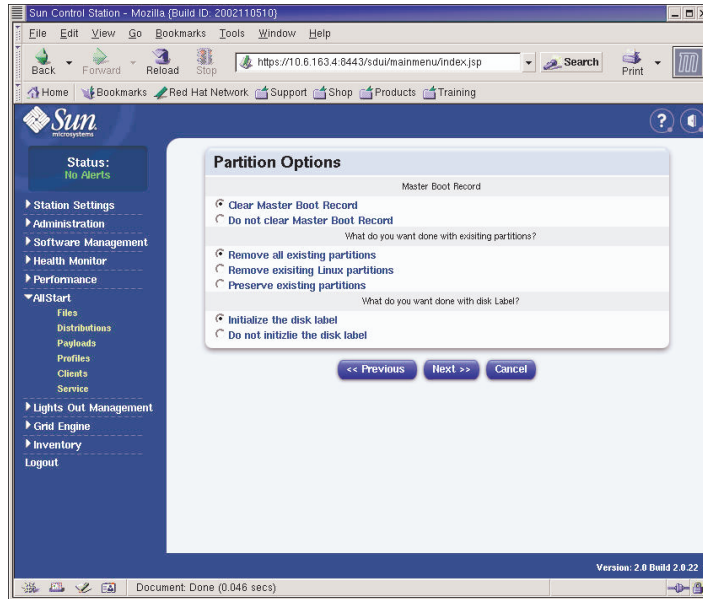

FIGURE 2-11 Fenêtre Partition Options (AllStart Profiles)
c. Dans la fenêtre Partition Options, vérifiez que les options requises suivantes sont sélectionnées (voir l'exemple à la FIGURE 2-11). Ensuite, cliquez sur Next.